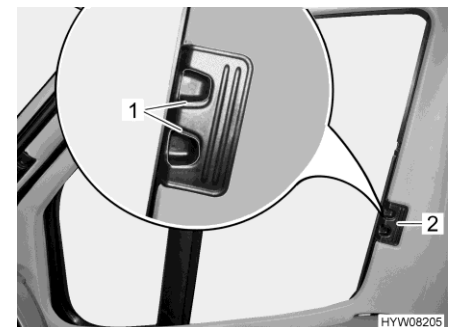

Fig. 38 Estor plegable para la ventana del conductor/acompañante
- Introducir los estores plegables para la ventana del conductor y la ventana del acompañante hasta el tope desplazando el tirador (Fig. 38,2).
- Dejar que engatillen los tiradores de desbloqueo (Fig. 38,1).